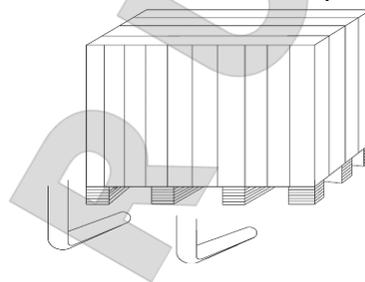
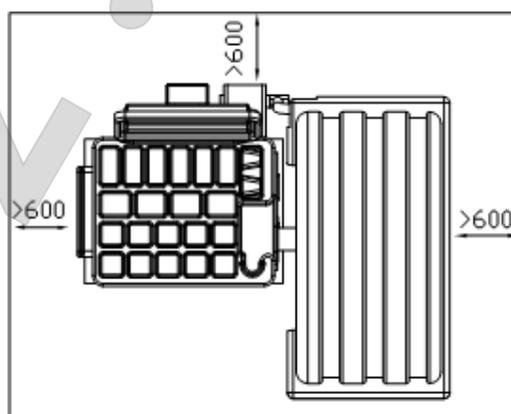

Рис. 4
Рис. 5
4.1.1 После того, как вы убедитесь, что упаковка вашего станка находится в хорошем состоянии, вы можете переместить станок для балансировки колёс к месту его установки (Рис. 4). Выбранное место установки должно удовлетворять следующим требованиям: Температура окружающей среды должна быть 0 °С – 50 °С, а относительная влажность должна быть $\leq 85\%$. И производите установку так, как это показано на Рис. 5.